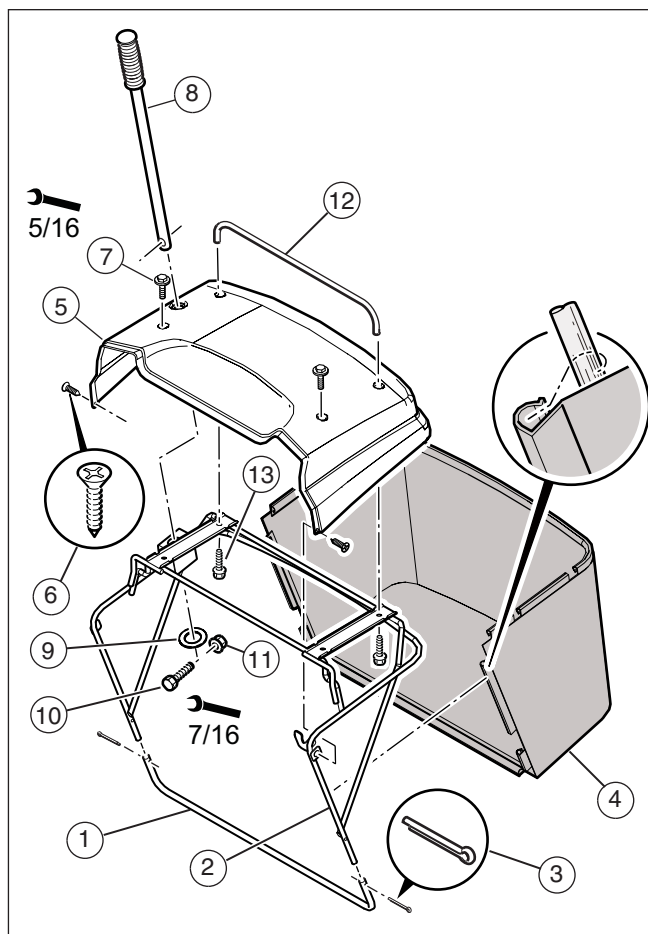

Figura 4
1. Deslice el tubo inferior (1) por la estructura del ensacador (2) (consulte la **Figura 4**).
3. Instale los pasadores de aletas (3) en los orificios y doble los extremos para fijar la estructura.
4. Deslice la estructura por la bolsa de césped (4).
6. Alinee la cubierta del ensacador (5) con los orificios de la estructura.
7. Use los tornillos (6) y (7) para ensamblar la parte lateral y superior de la cubierta a la estructura del ensacador.
8. Ensamble la manilla del ensacador (8) mediante el orificio de la cubierta y la estructura.
9. Fije la manilla del ensacador con la arandela (9), el tornillo (10) y la tuerca (11).
10. Instale la manilla del ensacador trasero (12) en la tapa con los dos tornillos (13).